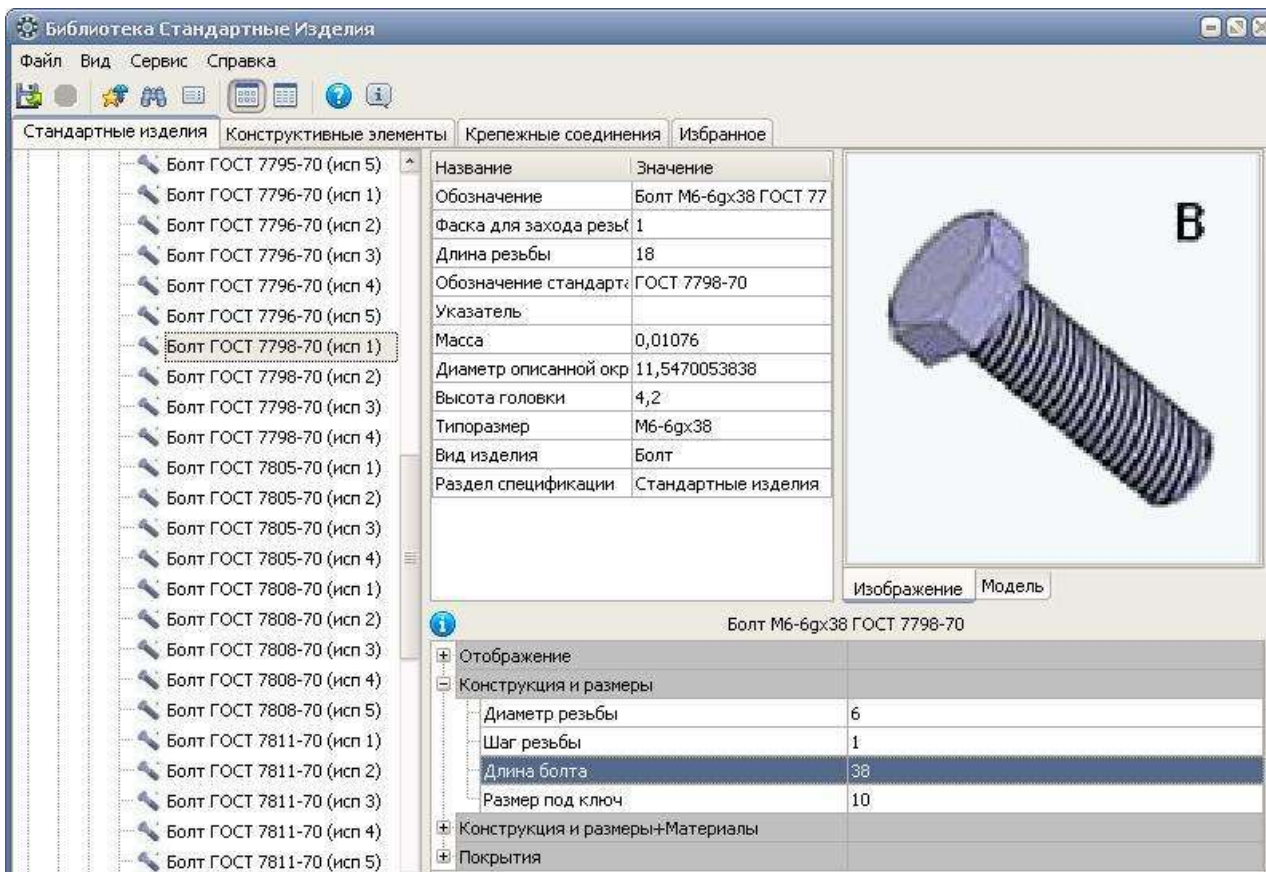

Рисунок 9.21 – Выбор типоразмеров и параметров болта
**Конструкция и размеры** → двойной щелчок по строке **Длина болта** → в выпадающем окне **Выбор типоразмеров и параметров** (рисунок 9.21) выбрать диаметр резьбы 6 мм; шаг крупный 1мм; длина болта 38мм → **Ок** → **Применить** → щелкнуть ЛК мыши на поле *Сборки*, появится фантом болта → затем **Создать объект**.